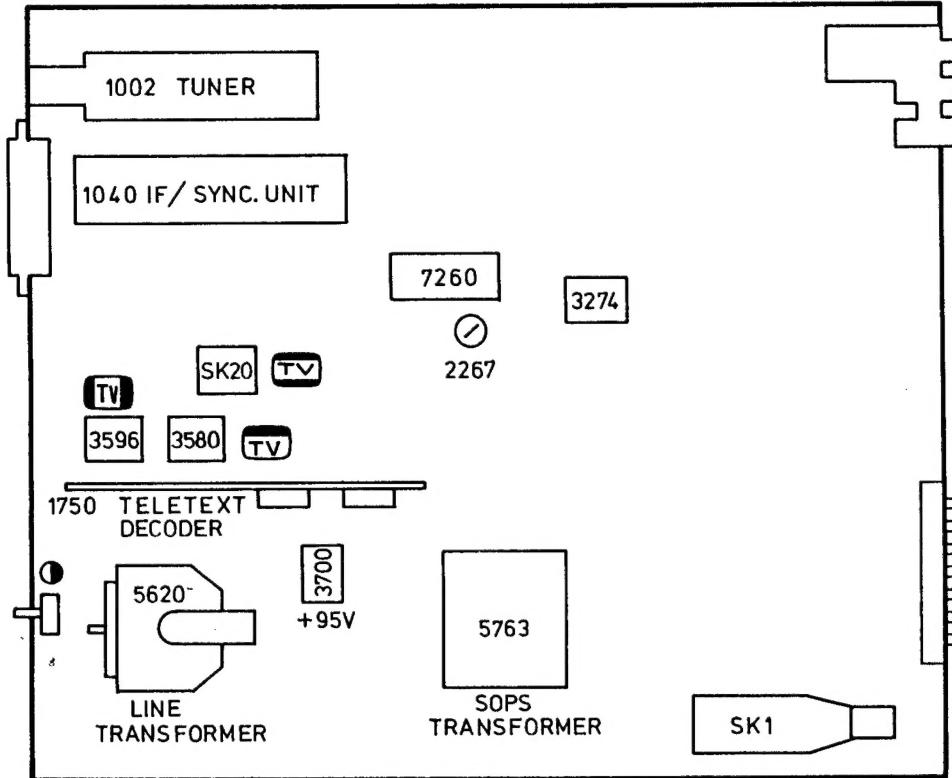

Fig.4
A. EINSTELLUNGEN AM CHASSIS (BILD 4)